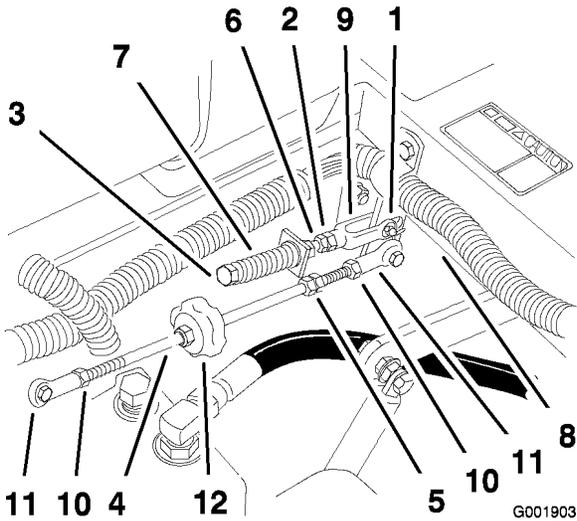

Figure 69
- Si un réglage s'impose, desserrez l'écrou et l'écrou de blocage vissés contre la chape (Figure 69).
- Appliquez une légère pression à l'arrière du levier, et tournez la tête du boulon de réglage dans le sens voulu pour centrer le levier à la position de verrouillage du point mort (Figure 69).
10. Serrez l'écrou et l'écrou de blocage (Figure 69).